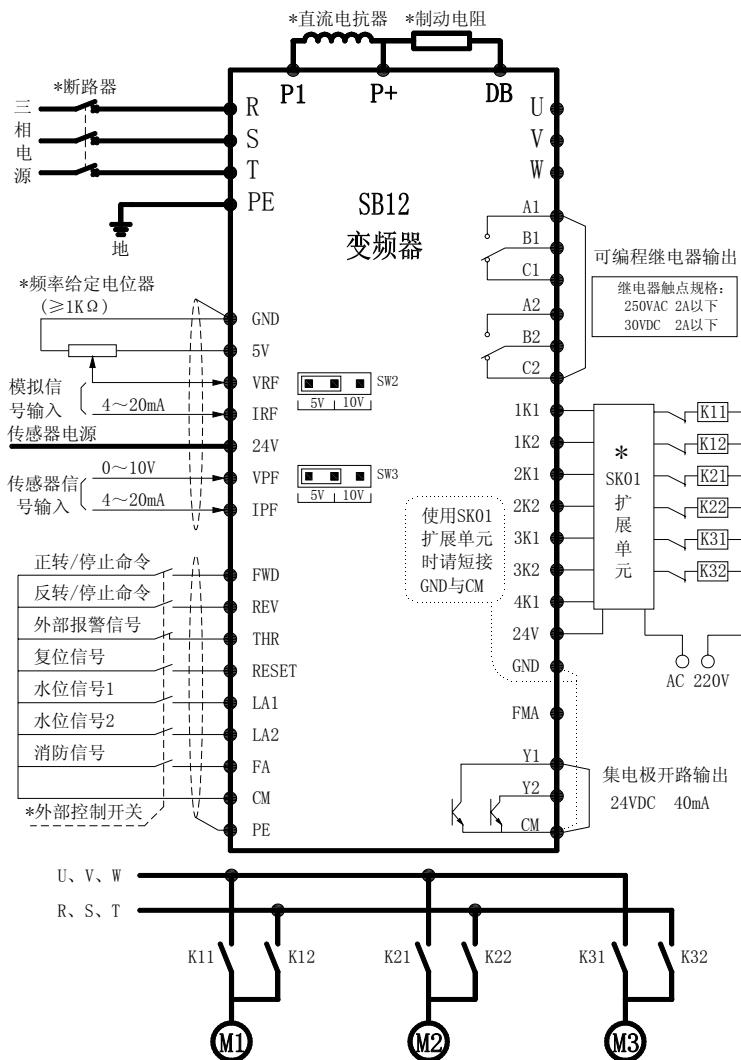

图 2-2
① 在变频器直接一拖多时（如图 2-2 一拖 3），一拖多扩展单元 1K1 输出高电平信号，K11 闭合，1 号电机首先变频起动，当变频器运行到切换频率上限时，如果压力低于设定压力，该电机由变频切换到工频（K11 断开，K12 闭合），同时变频器输出频率迅速下降到 0，如果压力仍低于设定压力，K21 闭合，变频起动下一个电机，如果压力始终低于设定压力，将 2 号电机切换到工频运行，3 号电机以切换频率上限运行，直至压力满足设定压力；反之，当 3 台电机全部运行时，如果压力高于设定压力，变频器降频运行，当变频器运行到切换频率下限时，如果压力高于设定压力，将运行时间最长的工频电机停止（K12 断开），变频器升频运行一段时间后，检测压力，如果压力高于设定压力，变频器降频运行，直至全部工频电机停止，变频器运行到低于切换频率下限时，如果设定 F76=1，变频器以切换频率下限运行；如果 F76=0，变频器停止。见下图，斜线（阴影）部分为电机运行。